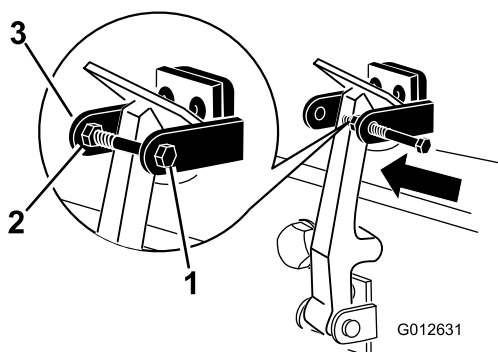

Bild 18
7. Schrauben Sie die Schraube in den anderen Arm der Motorhaubenhalterung, um den Riegel zu arretieren (Bild 18).